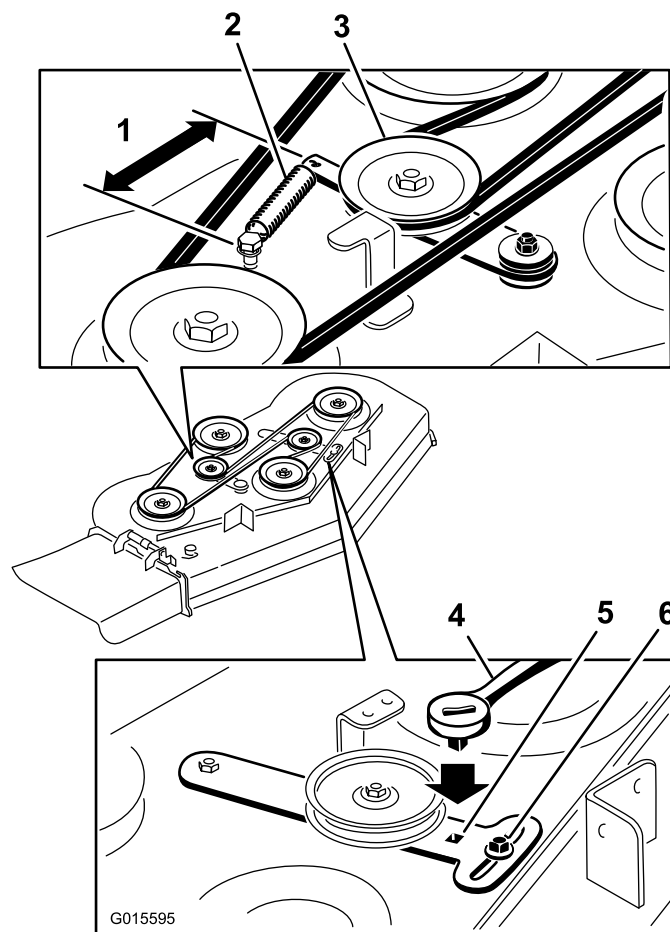

Figure 65
5. Enlevez la courroie usée du plateau de coupe (Figure 65).
6. Montez la nouvelle courroie autour des poulies du plateau de coupe et de la poulie d'embrayage (Figure 65).
7. Utilisez un cliquet dans le bras de la poulie de tension, serrez la poulie de tension jusqu'à ce que le ressort soit tendu à 165 mm entre les crochets (Figure 65).